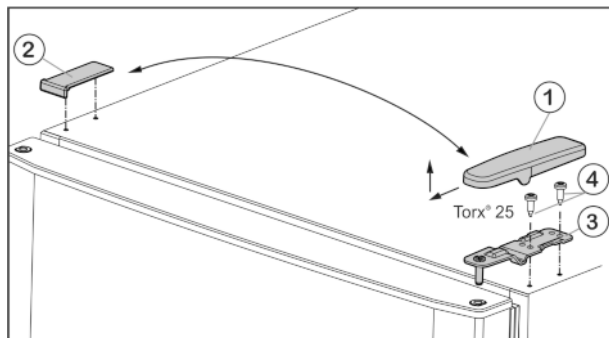

Fig. 5
- ▶ Kryt Fig. 5 (1) stáhněte dopředu a nahoru.
- ▶ Kryt Fig. 5 (2) zvedněte.
- ▶ Horní stojan ložiska Fig. 5 (3) odšroubujte (2 krát Torx® 25) Fig. 5 (4) a stáhněte nahoru.
- ▶ Horní stojan ložiska Fig. 5 (3) vložte na nové straně závěsu do dvířek.
- ▶ Horní stojan ložiska **pevně přišroubujte (4 Nm)** (2krát Torx® 25) Fig. 5 (4). Popřípadě použijte akumulátorový šroubovák.
- ▶ Kryt Fig. 5 (1) na opačné straně zvenčí nasad'te a nechte zaklapnout.
- ▶ Kryt Fig. 5 (2) vždy na opačné straně shora nasad'te a nechte zaklapnout.